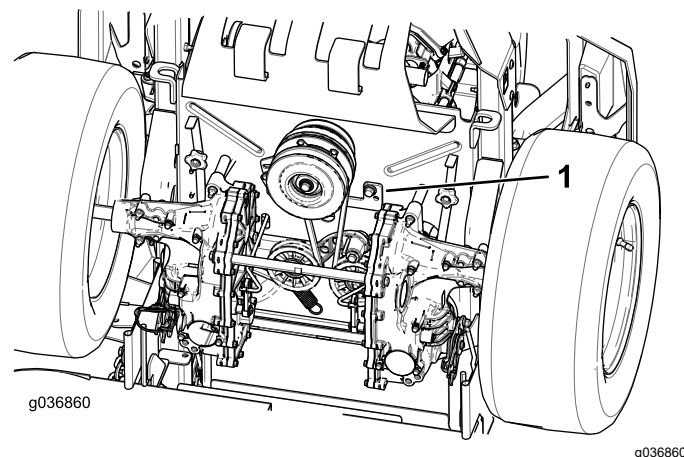

Figura 64
5. Retire o batente da embraiagem (Figura 64).
9. Instale o batente da embraiagem (Figura 64).